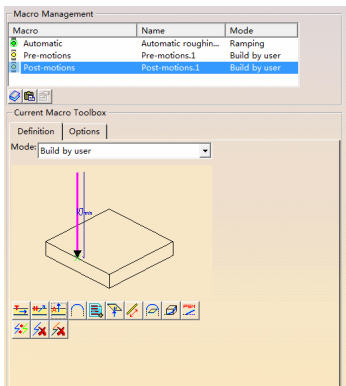

图 3-224 设置“Post-motions”（3）
- 在“Macro Management”区域的列表框中设置选择“Post-motions”（3），单击 Add axial motion 按钮 ，如图 3-224 所示。